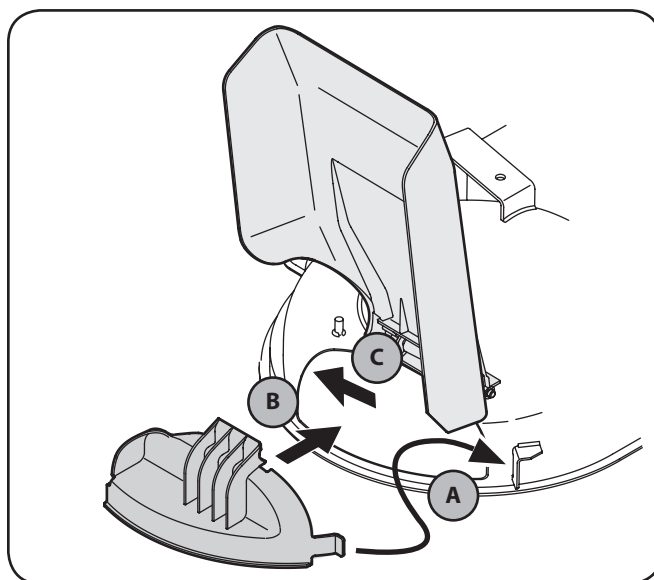

Figure 5-1
1. Insérez la patte droite (A) du bouchon de déchiquetage dans le support du plateau de coupe. Voir Figure 5-1.
2. Placez le bouchon dans l'ouverture d'éjection (B). Voir Figure 5-1.
3. Lorsque le bouchon est bien placé, poussez-le vers l'arrière de la tondeuse (C) pour le maintenir en place. Voir Figure 5-1.